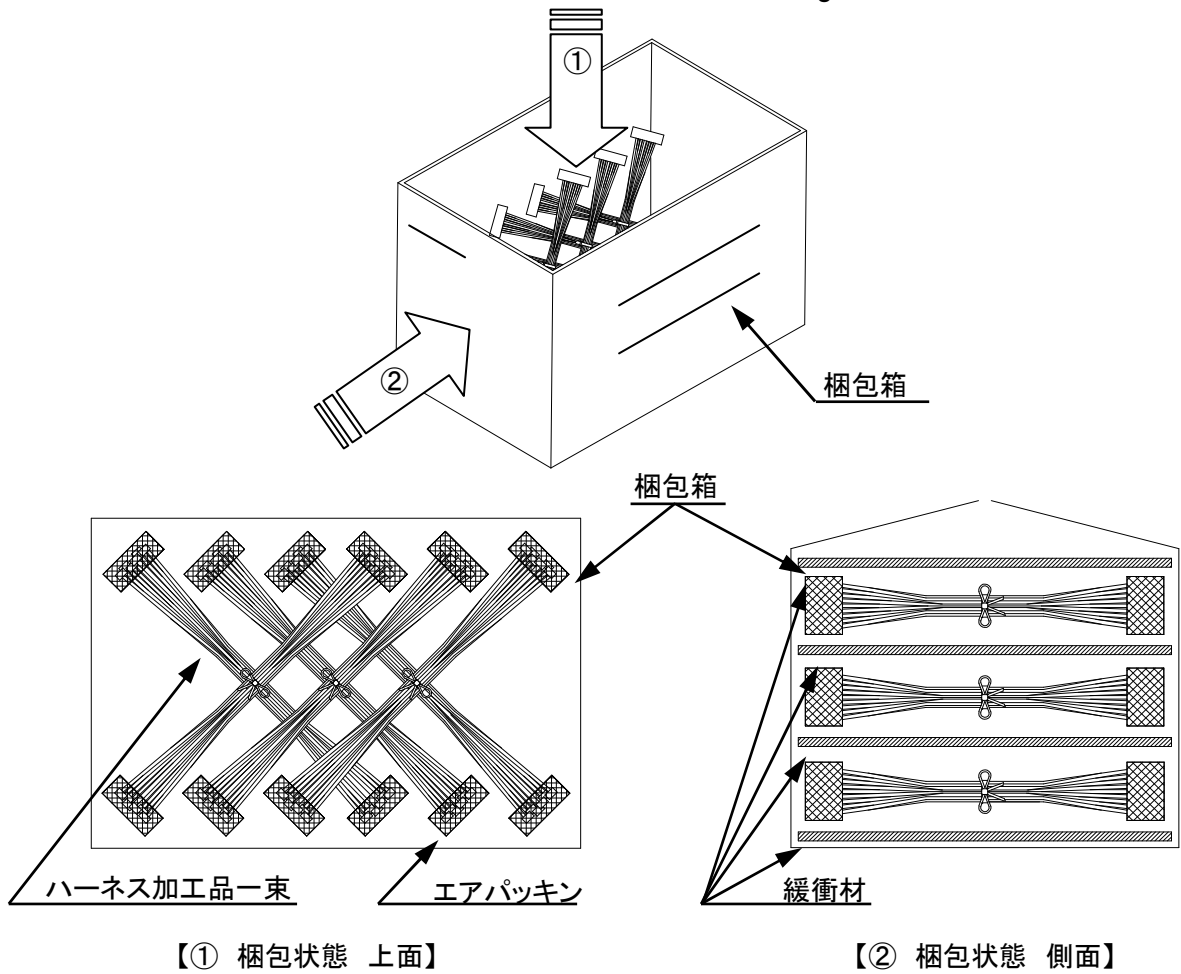

Fig.8 梱包状態図
尚、下図 (Fig 8) は推奨参考例ですが、ハーネス長が長いなどの理由で他の梱包方式でご使用される場合にも段積みによる加重等の負荷がコネクタに長時間加わらない様ご配慮をお願い致します。
※ハーネス加工品の束を梱包箱に入れる際、積み重ねによる荷重等の負荷がコネクタに長時間加わらない様に、箱に合わせた形で製品を交互 (十字型) に重ね合わせて下さい。(Fig.8 ① 参照)
※梱包箱底面には、緩衝材等を敷いて下さい。また、段積みによる荷重等の負荷がコネクタに長時間加わらない様に、緩衝材を敷く等の御配慮をお願い致します。(Fig.8 ② 参照)